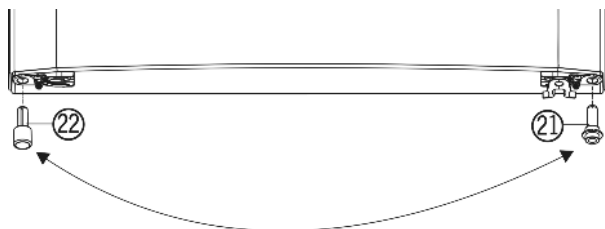

Fig. 5
- ▶ Vlevo dole vytáhněte z dveří rozpěrný díl Fig. 5 (22).
- ▶ Rozpěrný díl Fig. 5 (22) vložte do dveří vpravo dole.